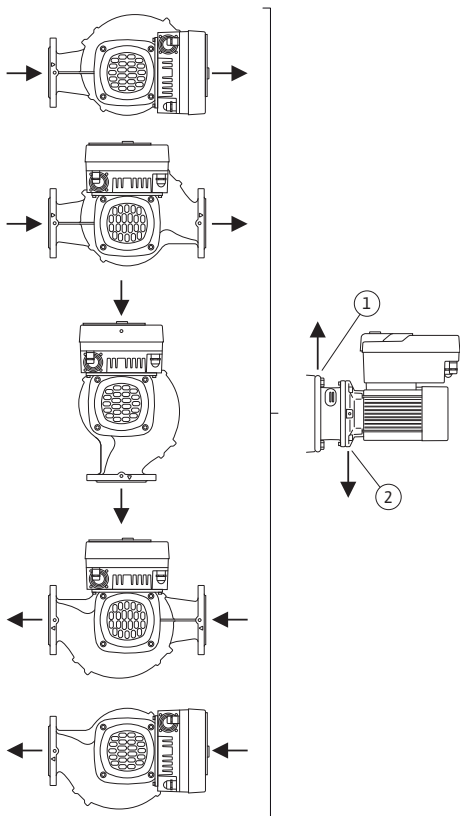

Fig. 17: Godkjente monteringsstillinger med horisontal aksel
- Ved horisontal motoraksel må kondensathullet posisjoneres på undersiden (Fig. 17, pos. 2). Ellers må motoren dreies.